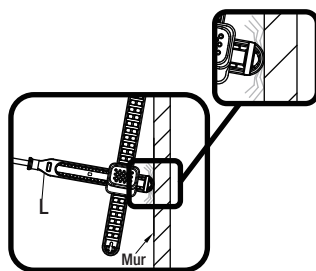

Fig 1
- Si la tige horizontale (L) est trop longue, comme illustrée sur la Fig. 1, la longueur peut être ajustée.
- Retirez la pince (P) de la tige horizontale (L). Faites glisser la portion en plastique de la tige pour ajuster à la longueur souhaitée. L'excès de tige (1) peut être retiré en la cassant avec des pinces au niveau du segment perforé ou en la coupant à l'aide d'une scie.